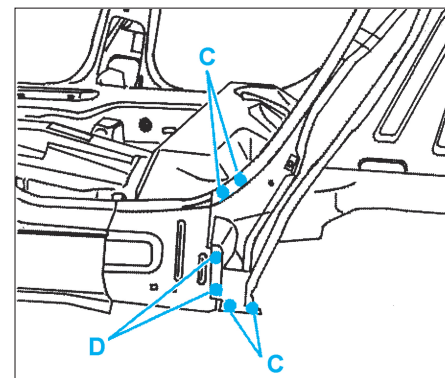
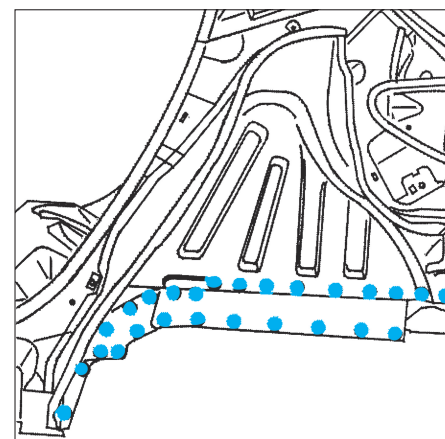

FIG. 142
FIG. 143
- par points électriques suivant (A) (avec l'équipement AB1) (Fig.140), (Fig.141), (Fig.142) et (Fig.143),